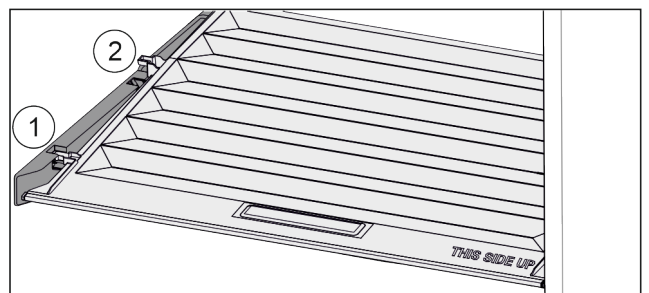

Fig. 40
- ▶ Кришку до отвору в деталях для підтримки потягнути вперед Fig. 40 (1).
- ▶ Підняти ззаду знизу та вийняти Fig. 40 (2) вгору.